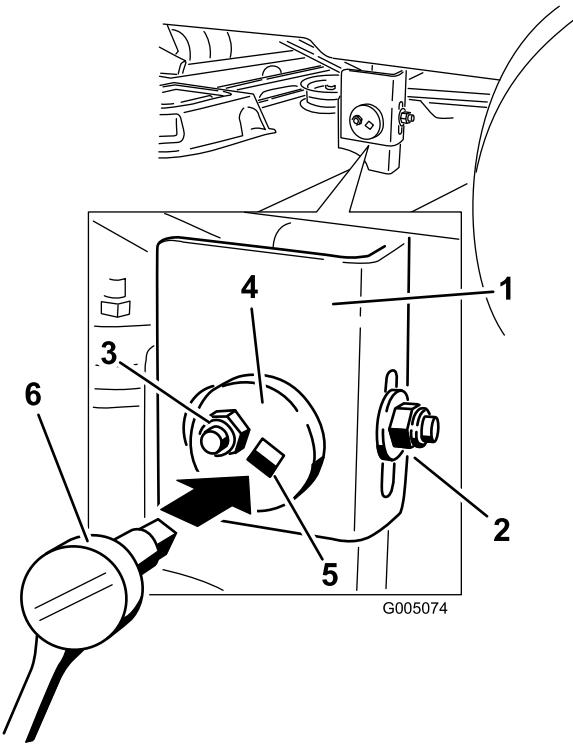

Figura 44
7. Spostatevi sul lato sinistro della macchina. Allentate, ma non togliete, il dado di bloccaggio posteriore sul supporto di sospensione (Figura 44).
8. Allentate il dado di bloccaggio laterale sul supporto di sospensione appena a sufficienza per poter regolare la piastra eccentrica (Figura 44). Utilizzate una prolunga di 9,5 mm su una chiave a tubo per manovrare la piastra eccentrica. Utilizzate la chiave per riposizionare il piatto di taglio e regolare l'altezza desiderata.
9. Fermate il piatto di taglio nella posizione regolata e serrate il dado di bloccaggio laterale sul supporto di sospensione per fissare la nuova posizione (Figura 44). Serrate il dado di bloccaggio posteriore sul supporto di sospensione.